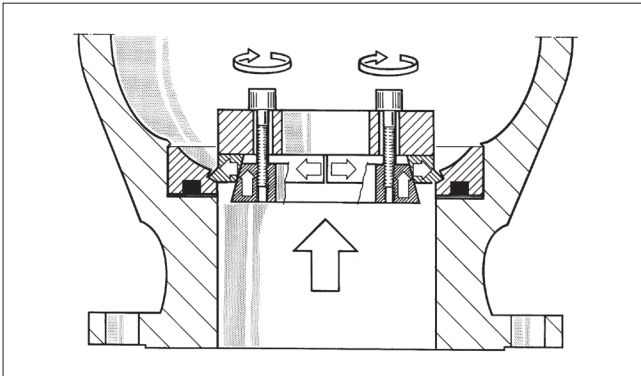

Abb. 15 Lösen des gesicherten Sitzes
- Entfernen Sie den Sitz von der Gehäuseabdeckung, falls er noch darauf ist. Wenn der Sitz gesichert ist, muss er mit einem speziellen Werkzeug entfernt werden. Siehe Abb. 15 und Abschnitt „Werkzeuge“).